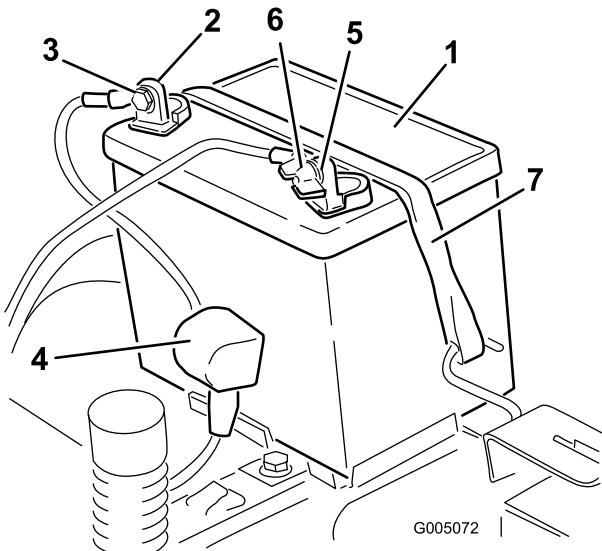

Figura 46
4. Desligue o cabo negativo (preto) do polo da bateria (Figura 46). Guarde todos os parafusos e porcas.
5. Deslize a cobertura de borracha para cobrir o cabo positivo (vermelho). Desligue o cabo positivo (vermelho) do pólo da bateria (Figura 46). Guarde todos os parafusos e porcas.
6. Retire o suporte da bateria (Figura 46) e levante a bateria para a retirar da respectiva plataforma.
1. Posicione da bateria no tabuleiro (Figura 46).
5. Prenda a bateria ao suporte (Figura 46).